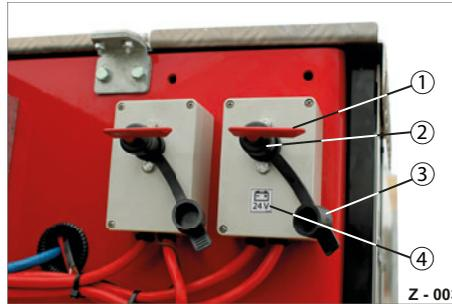

Abb. 7 Stromversorgung Batterie rechter Hauptschalter
Der Hauptschalter für die Batterien ist mit einem Aufkleber (Abb. 7/4) versehen.
- ▶ Stecken Sie den Steckschalter (Abb. 7/1) in die Steckdose (Abb. 7/2) ein.
- ▶ Drehen Sie den Steckschalter (Abb. 7/1) in Stellung ON. Die Batterien sind aktiviert. Die Elektro-Pumpe geht an.